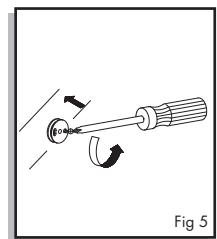

Fig 5
5. Secure post with screws provided(Fig 5).
5. Atornille el montante con los tornillos que se incluyen(Fig 5).
5. Fixer le poteau à l'aide des vis fournies(Fig 5).